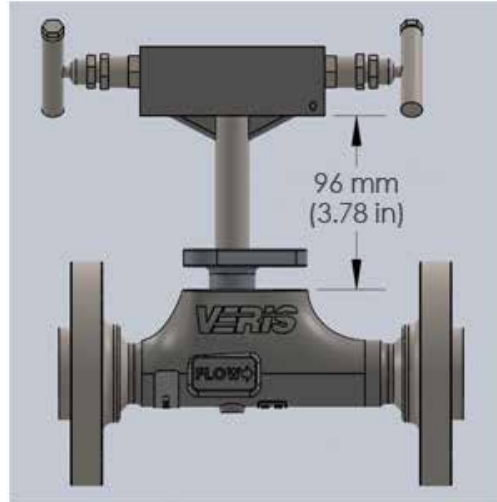

图 5：正确的探头位置
- 为确保探头适当地对准并固定，需测量所示间距（参见图 5），当探头适当地固定时，间距约为 96 mm（3.78 英寸）。